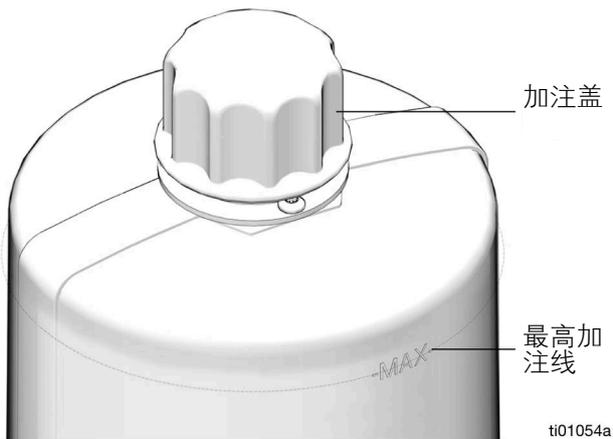

图 22
- 请勿过量加注（图 22）。
- 取下加注盖 (Z)（图 22）。
- 将机油倒入液箱至最高注入线位置（图 22）。
- 重新装上加注盖 (Z)。将盖子用手拧紧。